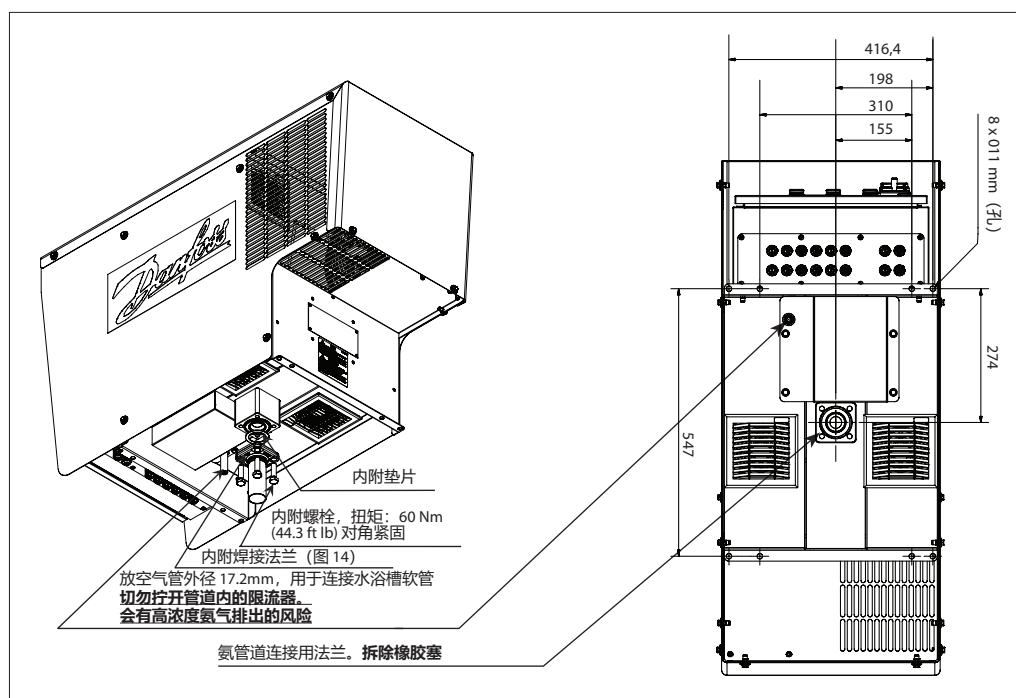
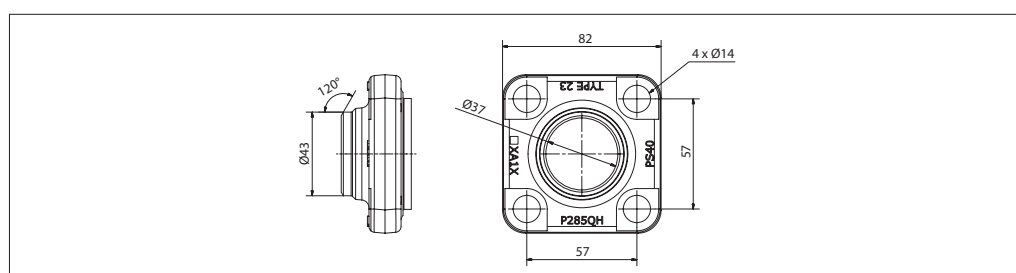

图 13 - 氨管路连接
图 14 - 附带的焊接法兰
- 按照图 13 和图 14 准备与焊接法兰连接的氨气管道。主配管/排放配管的内径不得小于 Ø37 mm (1.5 in)。